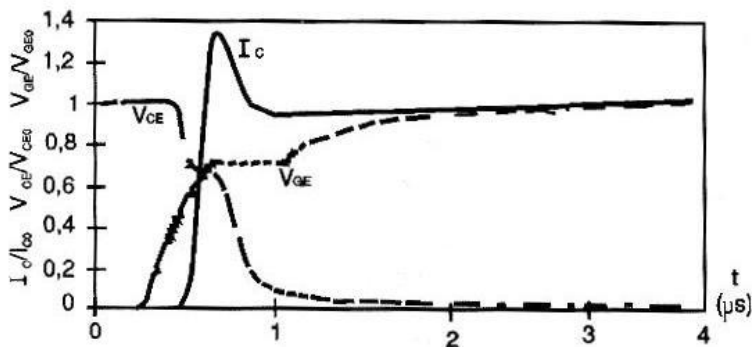

Figura 9 – Comportamento do IGBT na comutação.
b) Mais tarde, quando a tensão entre o coletor e o emissor cai, C_{gc} aumenta de valor de tal forma que, uma pequena variação de V_{ce} é suficiente para levar a um aumento da corrente de comporta. Somente quando a corrente necessária à carga se reduz novamente é que a tensão de comporta aumenta. Este comportamento pode ser observado pelo gráfico da figura 9.